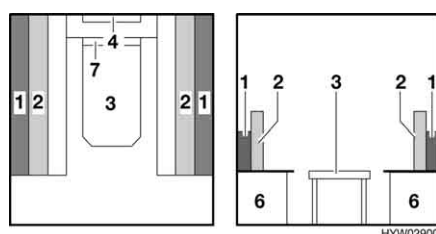

Fig. 43 Durante la trasformazione
- Alzare il piano del tavolo (Fig. 43,3) di circa 45°, sollevarlo dalla guida di supporto superiore (Fig. 43,4) e mantenerlo ad un angolo di 45°.
- Agganciare il piano del tavolo nella guida di supporto inferiore con un angolo di 45° (Fig. 43,7) e deporlo sul pavimento con i puntelli.